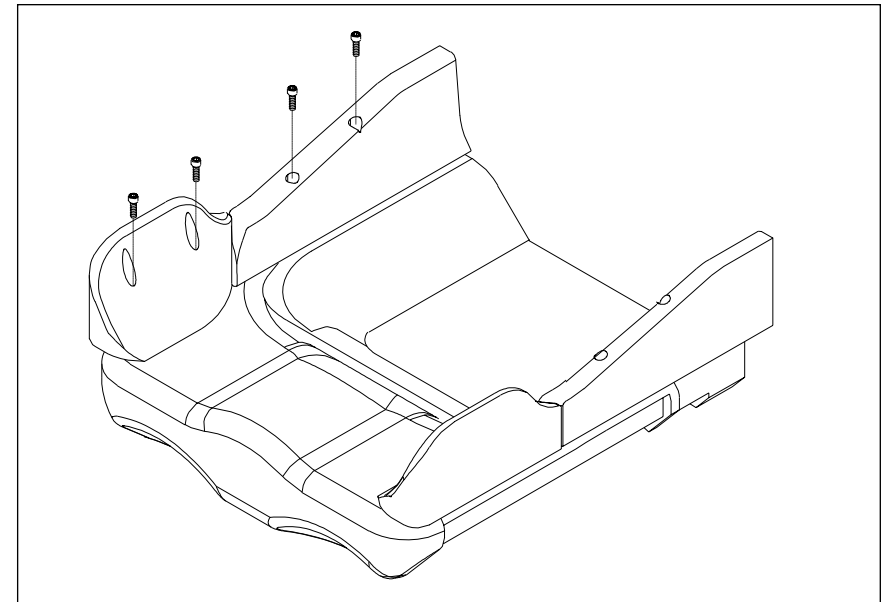

Figure 9
2. Adjust the width or angle of the pelvic and thigh supports by loosening the top nuts (Figure 9) for each support, positioning and re-tightening the nuts.
2. Regolate la larghezza o l'angolazione dei supporti delle cosce e del bacino allentando le due viti superiori (fig.9) di ogni supporto. Dopo il nuovo posizionamento serrate di nuovo le viti.